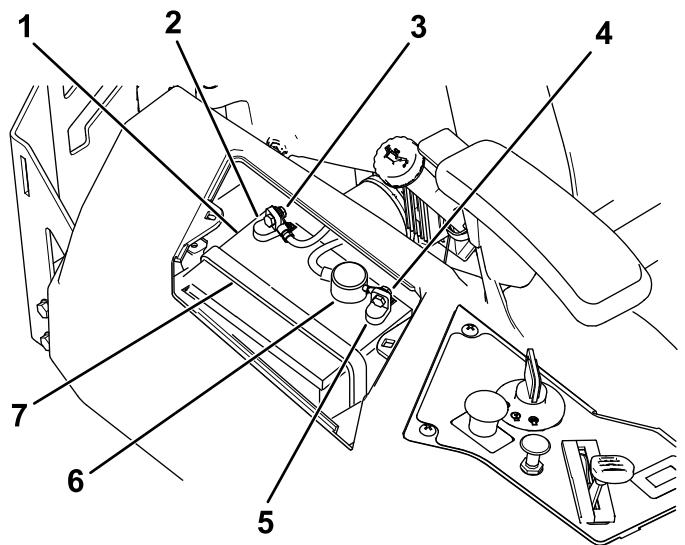

Figura 56
4. Staccate il cavo negativo (nero) di terra dal polo della batteria (Figura 56).
6. Staccate il cavo positivo (rosso) dal polo della batteria (Figura 56).
7. Togliete il dispositivo di fissaggio della batteria (Figura 56) e togliete la batteria dal vassoio.
1. Posizionate la batteria nella cassetta (Figura 56).
5. Fissate la batteria con l'apposito dispositivo (Figura 56).